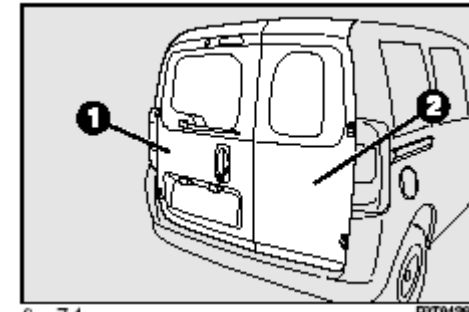

рис. 74
## ЗАДНИЕ ДВУХСТВОРЧАТЫЕ ДВЕРИ рис. 74
**ВНИМАНИЕ.** Когда закрываете сдвижную дверь, надо сначала полностью закрыть правую створку 2- **рис.74**, а затем левую 1-**рис.74**.